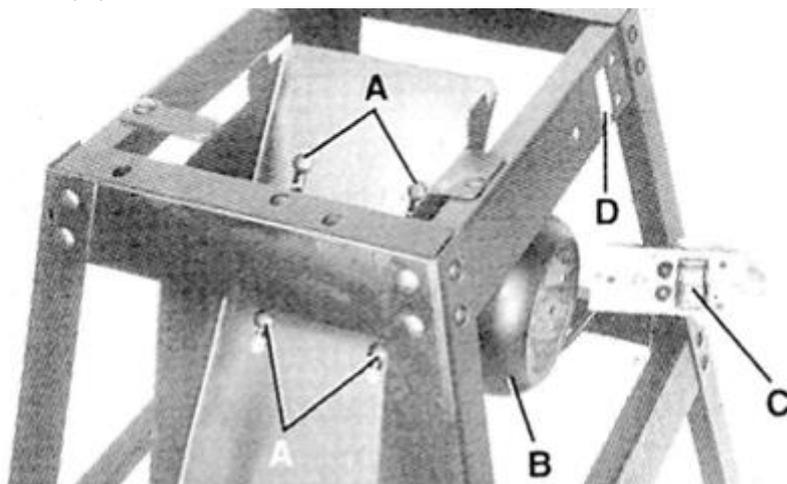
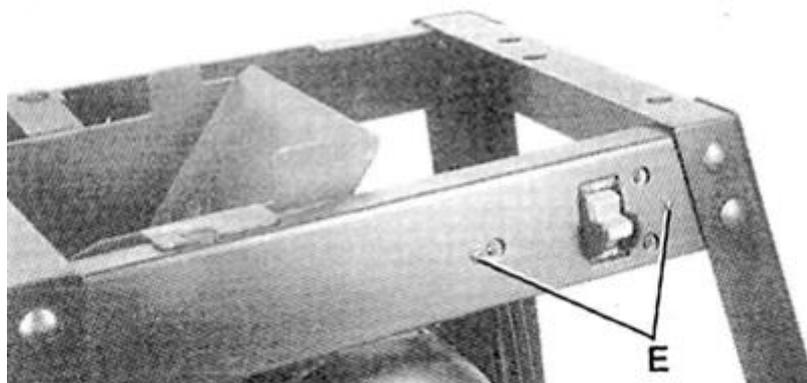

Рис. 5 Установка двигателя и выключателя на стойку
Рис. 6 Монтаж выключателя на стойку
Передняя часть стойки обозначена с помощью отверстия (B) – Рис. 6, составляя приемную сторону стойки (C) и загрузочную сторону (A).
Двигатель (B) – Рис. 5 устанавливается в нижней части лотка для сбора пыли с помощью четырех шестигранных болтов поз. 1 ($\frac{1}{4}$ ') (A), плоских шайб, стопорных шайб и шестигранных гаек, как показано на рисунке.
Установите выключатель (С) – Рис. 5 внутри отверстия (D) с помощью двух винтов 3/8" (E) – Рис. 6 и плоских шайб, как показано на рисунке.